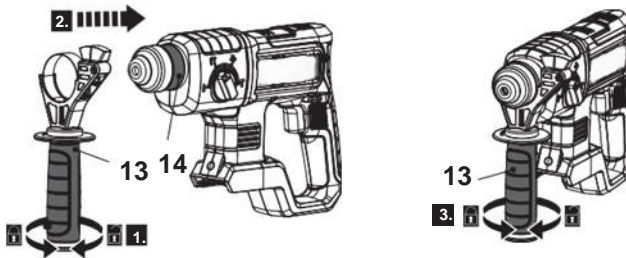

Fig. 1
1. Gire el mango de la empuñadura auxiliar (13) en sentido antihorario para aflojar la fijación (Fig. 1, paso 1).
2. Alinee y pase la abrazadera de la empuñadura auxiliar (13) a través del portabrocas hasta el collar (14) (Fig. 1, paso 2). Coloque la empuñadura auxiliar (13) en la posición deseada para el trabajo a realizar.
3. Gire el mango de la empuñadura auxiliar (13) en sentido horario para fijarla firmemente (Fig. 1, paso 3).